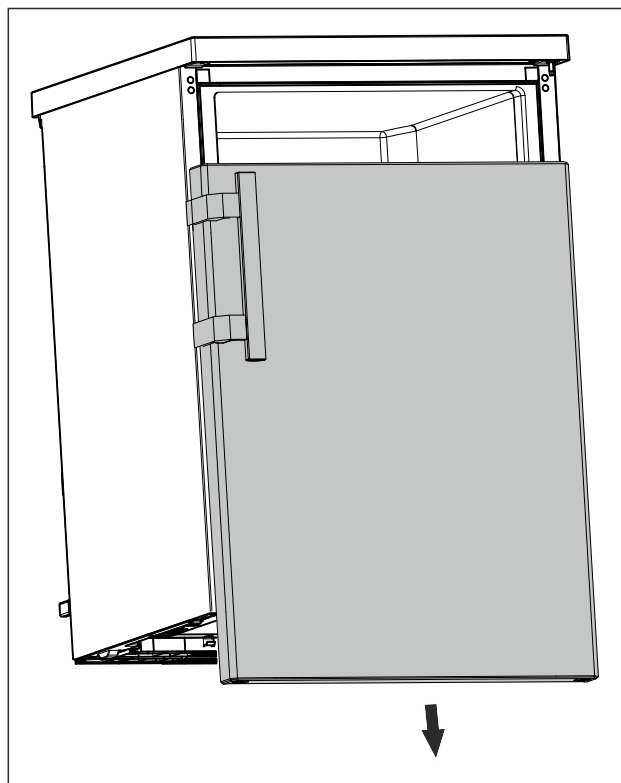

Fig. 17
- ▶ Zdjąć drzwi w dół. (patrz Fig. 17)